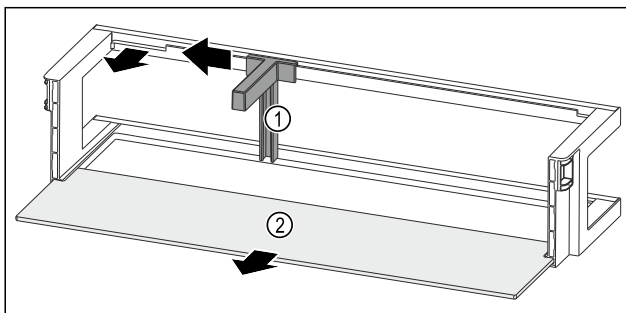

Fig. 89 Türabsteller mit Flaschenhalter und Abstellfläche
- ▶ Flaschenhalter Fig. 89 (1) bis zur Aussparung zur Seite schieben.
- ▶ Flaschenhalter Fig. 89 (1) entnehmen.
- ▶ Abstellfläche Fig. 89 (2) entnehmen.